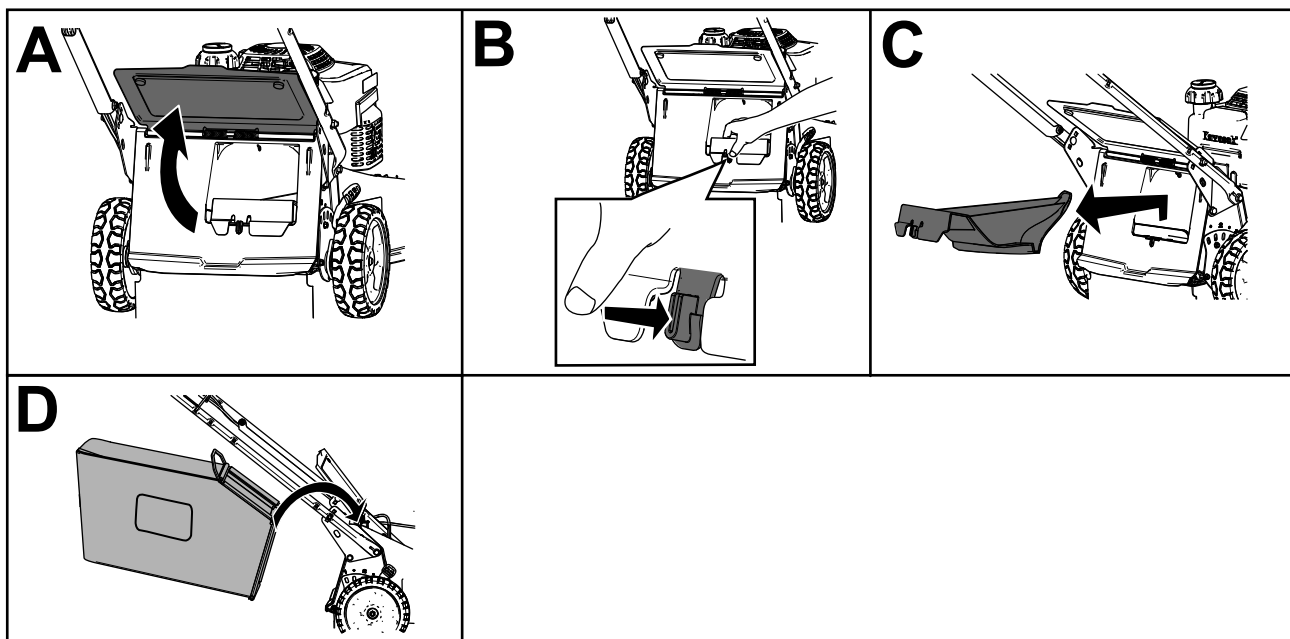

Рисунок 20
2. Поднимите и удерживайте в поднятом положении задний дефлектор (вид А на Рисунок 20).
3. Снимите заднюю выпускную заглушку, нажав на фиксатор большим пальцем и вытянув заглушку из машины (виды В и С на Рисунок 20).
4. Вставьте концы штанги травосборника в выемки в основании рукоятки и покачиванием травосборника из стороны в сторону убедитесь в том, что концы штанги находятся в нижней части обеих выемок (вид D на Рисунок 20).